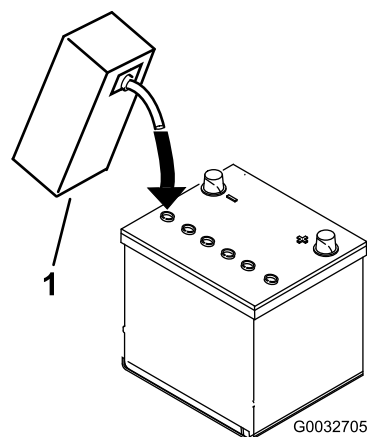

Figura 8
3. Llene cuidadosamente cada celda con electrolito hasta que las placas estén cubiertas de 6 mm aproximadamente de fluido (Figura 8).
4. Espere aproximadamente 20–30 minutos para que el electrolito penetre en las placas. Rellene según sea necesario para que el electrolito llegue a una distancia de 6 mm aproximadamente del fondo del hueco de llenado (Figura 8).